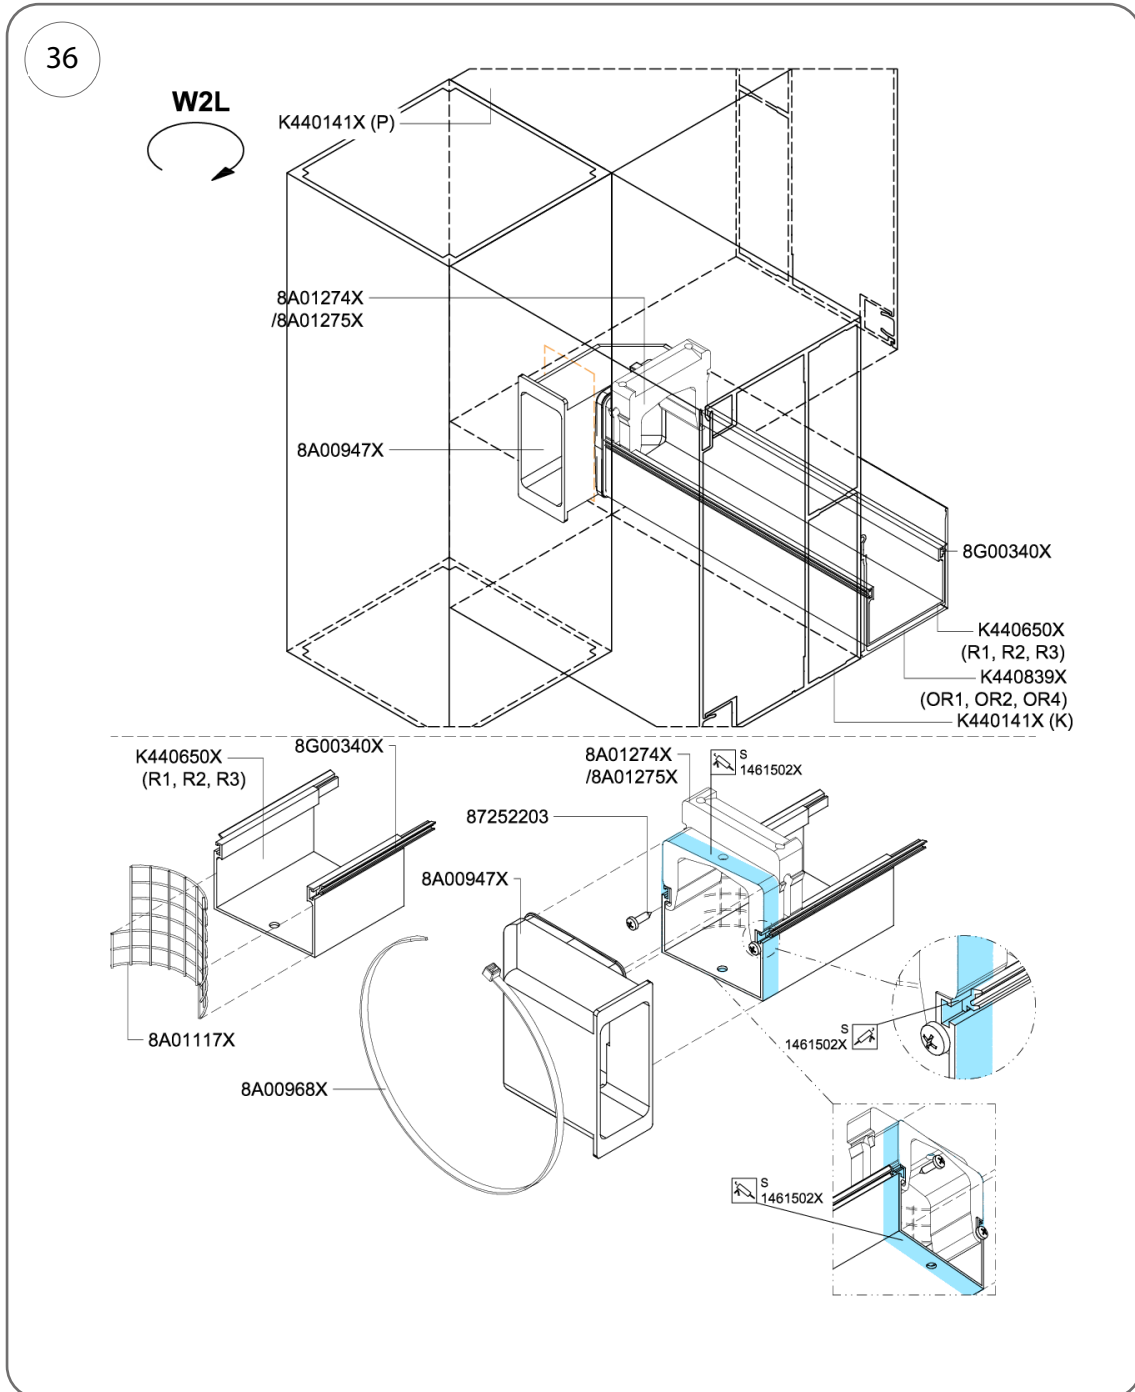

Fig. 36
2. Fissare gli elementi della chiusura per impedirne lo spostamento avvitando 2 viti, ø3,5 x 13 mm (cod. art. 87252203) – Fig. 36.
3. Applicare uno strato di adesivo e sigillante, cod. 1461502X, lungo l'intero perimetro della grondaia e dell'elemento a scatto, come mostrato in Fig. 36.
2. Fissare l'elemento di chiusura n. 8A01274X (sinistra) o 8A01275X (destra) per impedirne lo spostamento avvitando 2 viti da 3,5 x 13 mm (cod. art. 87252203) – es. Fig. 36.
3. Applicare uno strato di composto adesivo e sigillante (cod. 1461502X) lungo l'intero perimetro della grondaia e dell'elemento a scatto, come mostrato in Fig. 36.